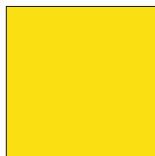

Рис. 16
2.3. Ячейка РТК. Представляет из себя параллелепипед размером 220 на 220 на 200 мм, напечатанный на поле или сделанный из ПВХ, желтого цвета (S-0 M-0 Y-100 K-0) (Рис. 16).